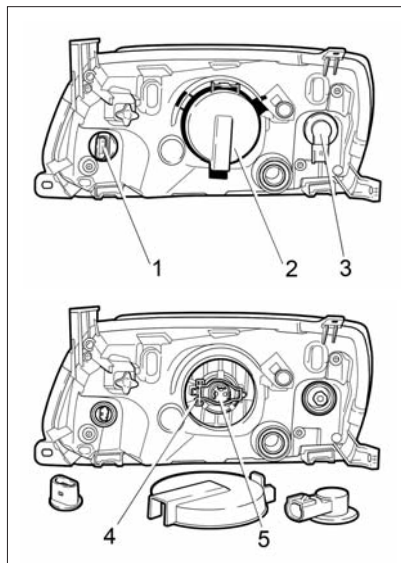

Рис. 60. Блок-фара
**Для доступа к лампе ближнего/дальнего света** выньте защитную крышку 2 (рис. 60), отсоедините колодку жгута проводов и снимите резиновый кожух лампы, отведите поочередно в стороны «усики» 4 пружины ламподдержателя, предварительно нажав на них, выньте лампу из посадочного места рефлектора. Монтаж новой лампы проводите в обратном порядке. Все работы по установке галогеновой лампы проводите в перчатках во избежание оставления следов на колбе лампы. После установки лампы ближнего/дальнего света убедитесь в плотном прилегании резинового кожуха на цоколе лампы и корпусе блок-фары.
Рис. 60а. Задний фонарь автомобиля с кузовом «седан»
**Рис. 60б. Задний фонарь автомобиля с кузовом «лифтбек»**
Для снятия лампы в заднем фонаре автомобиля с кузовом «седан» (рис. 60а) проделайте следующие действия:
**Рис. 60в. Снятие заглушки опоры полки**
Для снятия лампы в заднем фонаре автомобиля с кузовом «лифтбек» (рис. 60б) проделайте следующие действия:
- нажмите пальцем через отверстие в заглушке опоры полки на защелку 1 (рис. 60в);
**Рис. 60г. Боковой указатель поворота**
Для замены лампы в боковом указателе поворота 1 (рис. 60г) снимите его с автомобиля. В гнез-